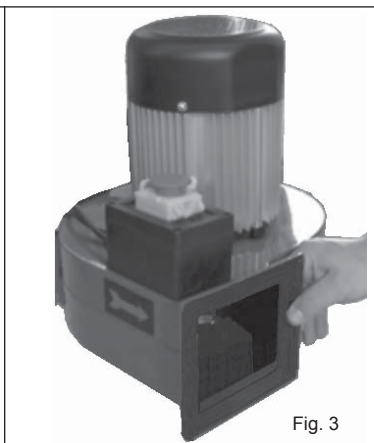

Fig. 3
2. Alinear el conjunto motor con el tambor para la colocación de los sacos. Situar la junta y la red de la protección entre las dos piezas por ensamblar, utilizar los tornillos, las arandelas y las tuercas correspondientes (**Fig. 3**).